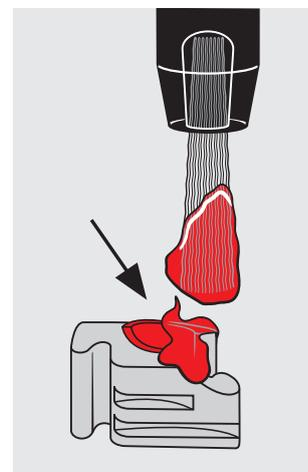

Fig. 2
4. Aislar la superficie interior de la parte hembra Mini-SG® Tuning (Fig. 2) con vaselina (protección contra la resina entrante).